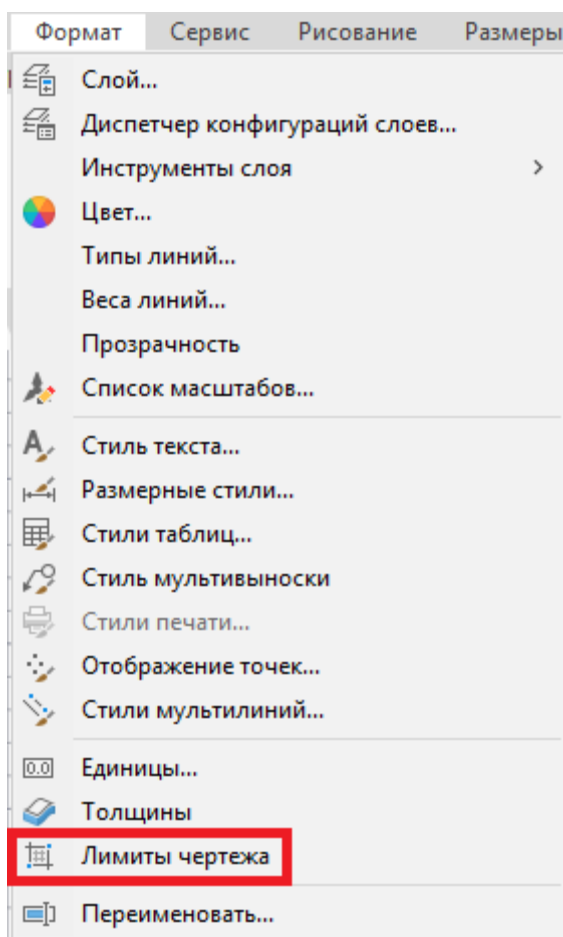

Рис. 4.2. Активация команды «Лимиты чертежа»
2. в меню «Формат» строки меню выбрать пункт «Лимиты чертежа» (рис. 4.2).